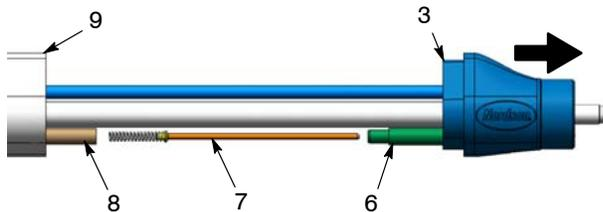

Figura 25 Extracción de la resistencia – Pistolas de montaje en tubo
**Pistolas de montaje en tubo:** Ver la figura 25. Extraer el adaptador (3) del tubo del cuerpo (9) lo suficientemente lejos para poder acceder a la guía del cable (8) y la guía de la resistencia (6).
1. Ver la figura 25 ó 26. Inyectar 0,6 cc de grasa dieléctrica en la guía de la resistencia (6).
4. Pistolas de montaje en tubo: Colocar la guía del cable (8) sobre el extremo de la guía de resistencia y después juntar el adaptador (3) y el tubo del cuerpo (9).